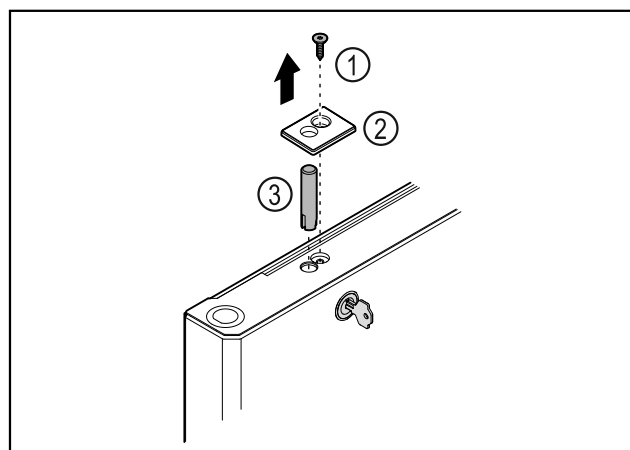

Fig. 42
- ▶ Schroef Fig. 42 (1) verwijderen.
- ▶ Afdekking Fig. 42 (2) met een kleine schroevendraaier losmaken en verwijderen.
- ▶ Slotbout Fig. 42 (3) eruit trekken.